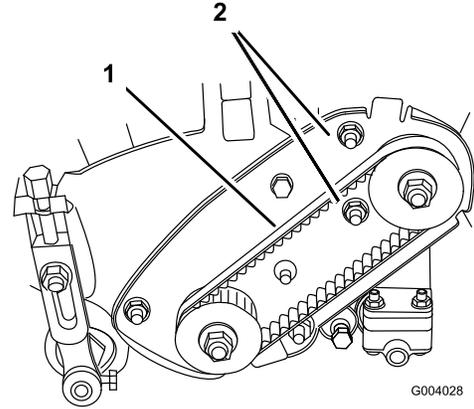

図 39
- A. ベアリング・ハウジング取り付けナットをゆるめる (図 39)。
- C. トルクレンチの設定が狂わないように注意しながら、ベアリング・ハウジング取り付けナットを締め付ける (図 39)。ベルトを締め付けすぎないように注意する。